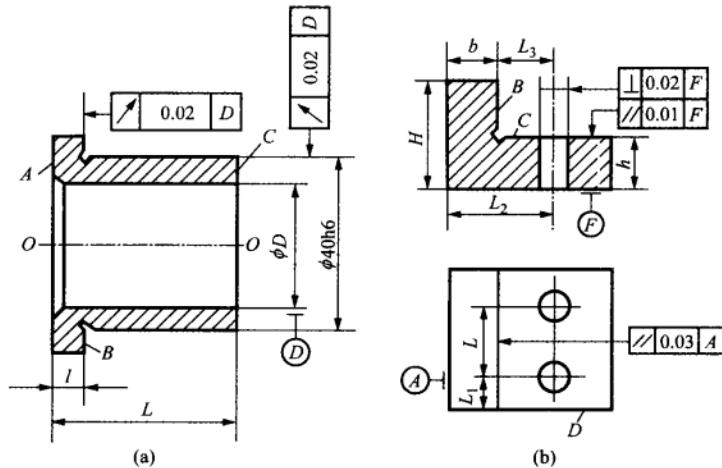

图 1.6 零件的设计基准
(11) 分别求图 1.6(a)、(b)所示零件的设计基准。